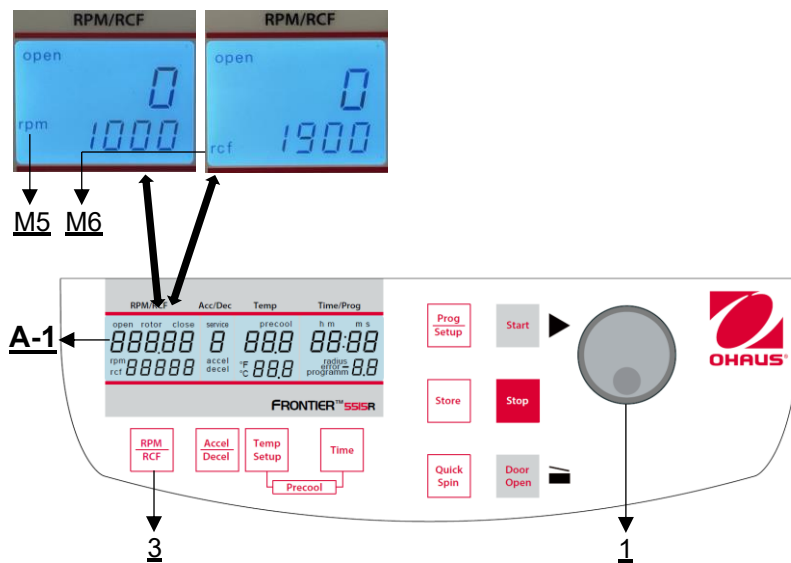

Figura 15
La preselección se activa mediante la tecla **"RPM | RCF"** (3) (véase la figura 15). Pulsando una vez la tecla parpadea la palabra **"rpm"** (M5). Pulsando la tecla dos veces, se puede seleccionar la preselección de las fuerzas centrífugas. A continuación aparece la palabra **"rcf"** (M6) parpadeando. Puede ajustar los valores deseados con el botón de ajuste (1). En la pantalla (A-1) se muestra permanentemente el valor regulado, antes, durante y después de la marcha.